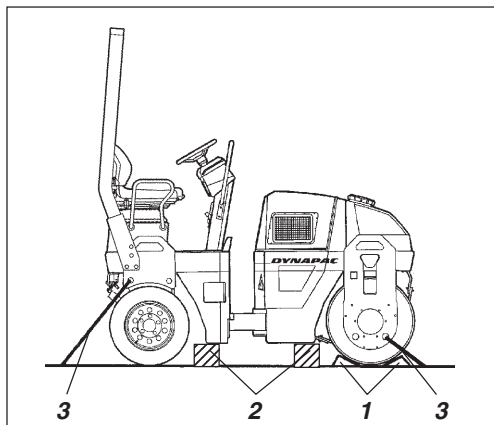

Fig. 38 Transport du rouleau
1. Déposer le bouchon central (1) (fig 38) avec un tournevis.
2. Dévisser l'outil de frein (1) pour l'extraire de son trou de fixation fileté. Puis fixer l'outil de frein (1) dans le trou central en serrant la vis (2) jusqu'à ce qu'elle en atteigne le fond. Serrer ensuite l'écrou (3) contre l'outil de frein jusqu'à ressentir une résistance, le frein est alors libéré.
4. Revisser l'écrou après le remorquage. Les freins reviennent alors à leur position normale. Puis dévisser l'outil de frein et remonter celui-ci dans son trou de fixation. Remonter le bouchon central (1) pour prévenir toute corrosion ultérieure dans le trou fileté.